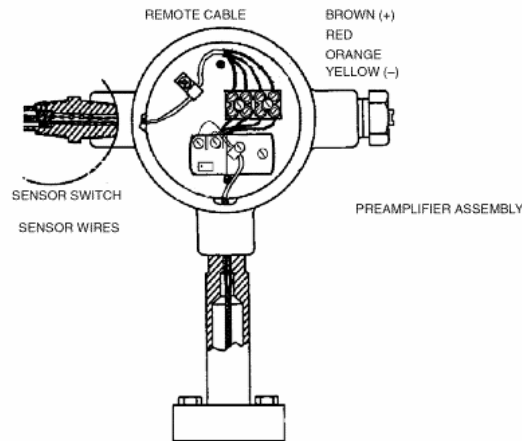

Figura 21. Preamplificador Medidor de Flujo Montado Remotamente
1. Acople la fuente de poder, el resistor de carga de precisión y el voltímetro como se muestra en la figura 21. Entonces conecte la energía a las terminales Roja (+) y Azul (-) en el bloque de 3 terminales en el frente del Módulo Electrónico.